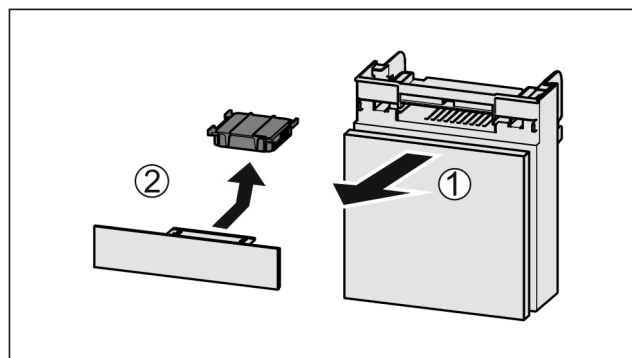

Fig. 42
- ▶ Predal izvlecite Fig. 42 (1) naprej.
- ▶ Odstranite Fig. 42 (2) aktivni ogljeni filter.